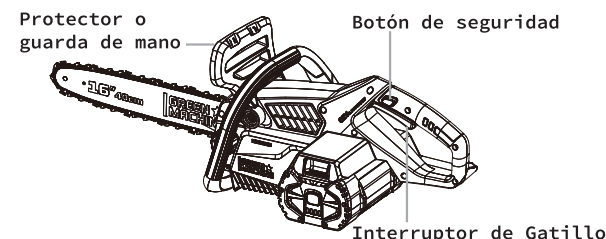

Fig. 4
2. Sostenga la máquina con una mano en cada manija. Presione el botón de seguridad y el gatillo interruptor. Suelte el botón de seguridad una vez que la máquina se encienda. Debe continuar apretando el gatillo del interruptor para una operación continua (Fig. 4).
- ⚠ **¡ADVERTENCIA!** Si una emergencia ocurre durante la operación, inmediatamente empuje la guarda de mano hacia adelante. (Fig. 4)